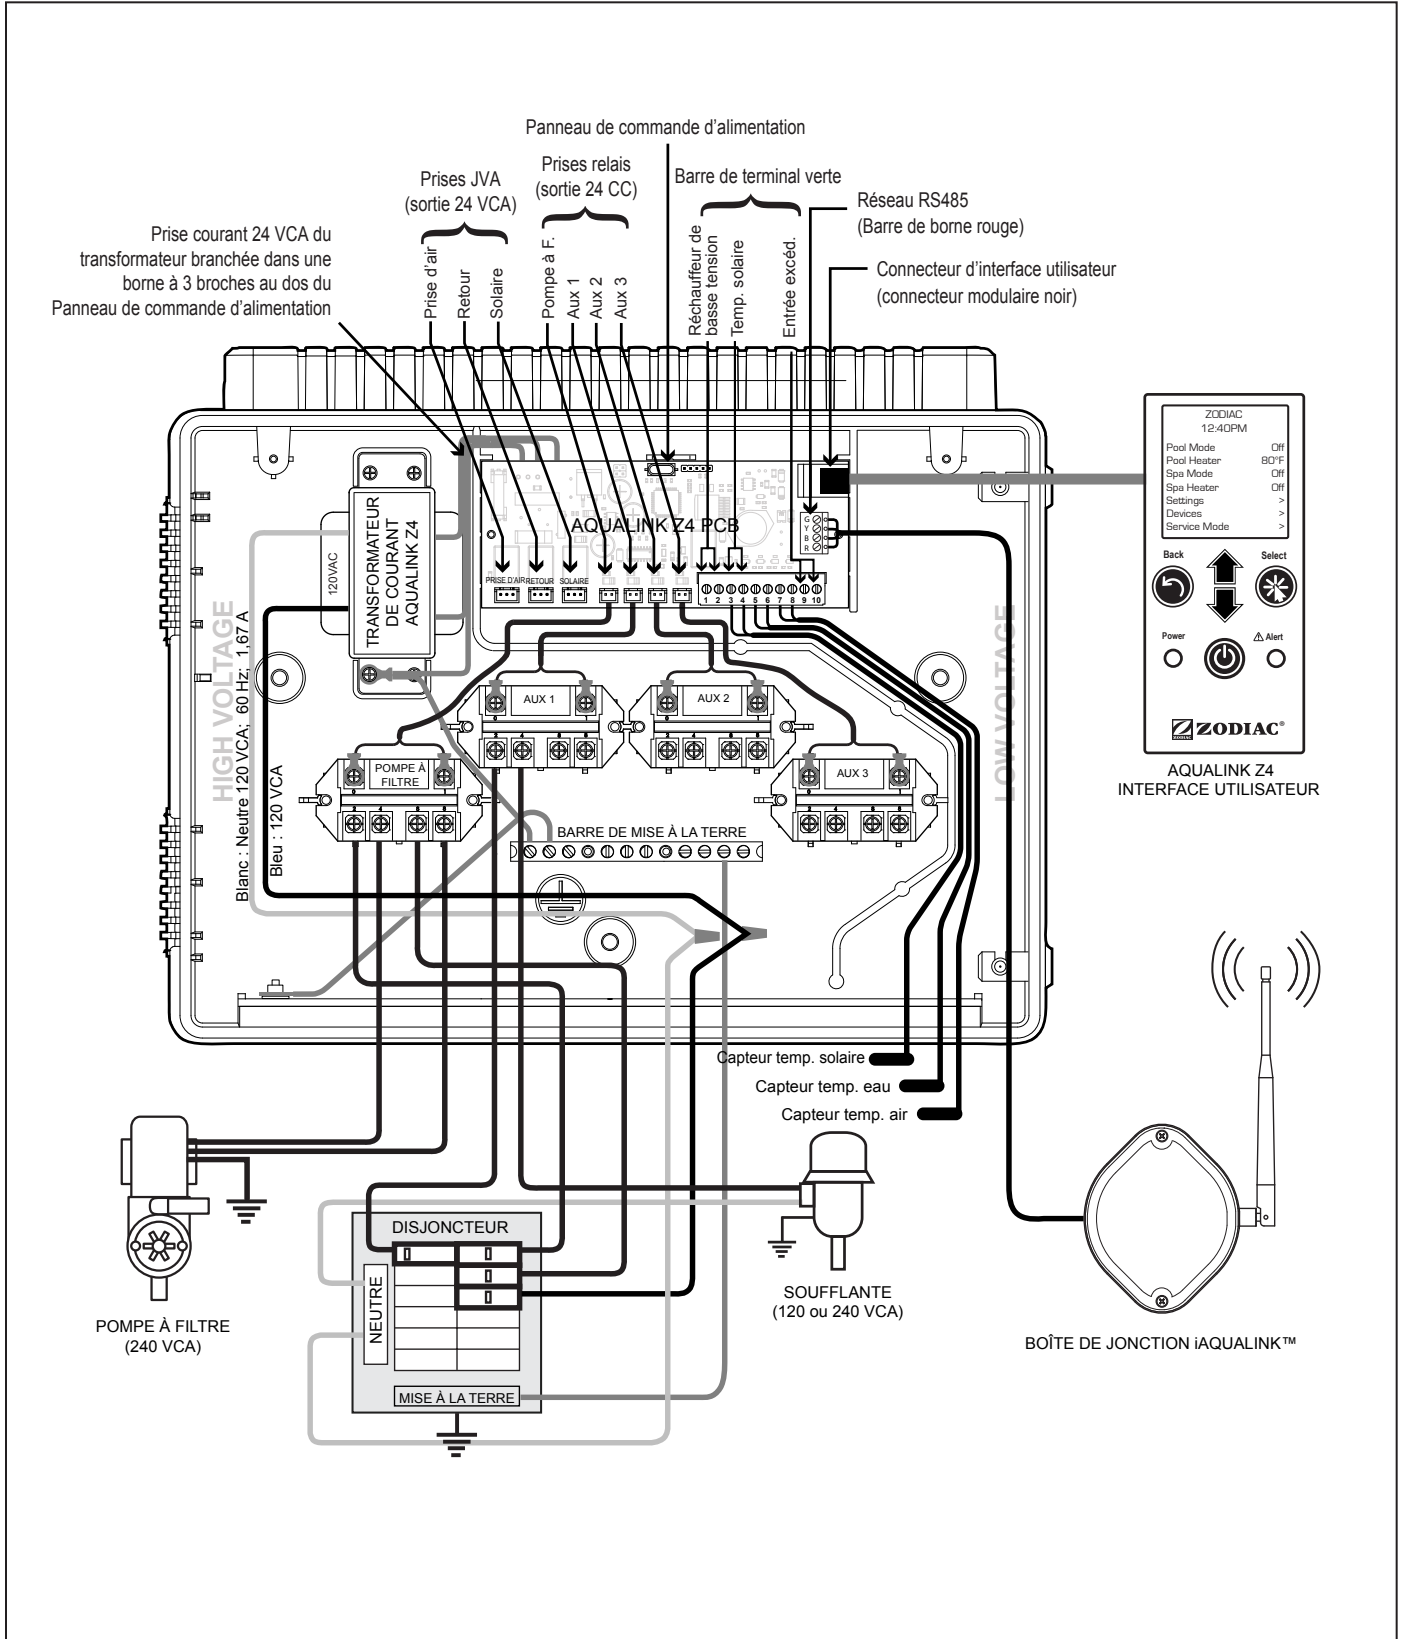

Figure 2. Schéma de câblage électrique du régulateur de l'AquaLink Z4
REMARQUE Voir Figure 2. Schéma de câblage électrique de l'AquaLink Z4 pour les emplacements spécifiques des câbles et des raccordements.
Câbler les sondes de température sur la terminaison verte 10 broches (voir Figure 2. Schéma de câblage). La sonde de température de l'air est installée en usine sur la terminaison verte 10 broches (broches 7,8). La sonde de température d'eau et le matériel nécessaire à l'installation sont compris.
Si un équipement basse tension supplémentaire est installé, tel qu'un réchauffeur basse tension, brancher aux broches 1 et 2 de la terminaison verte à 10 broches (voir Figure 2. Schéma de câblage).
Câbler l'appareil iAquaLink sur la terminaison rouge RS-485 (voir Figure 2. Schéma de câblage).
3. Brancher les JVA comme illustré dans la figure 2. Schéma de câblage.